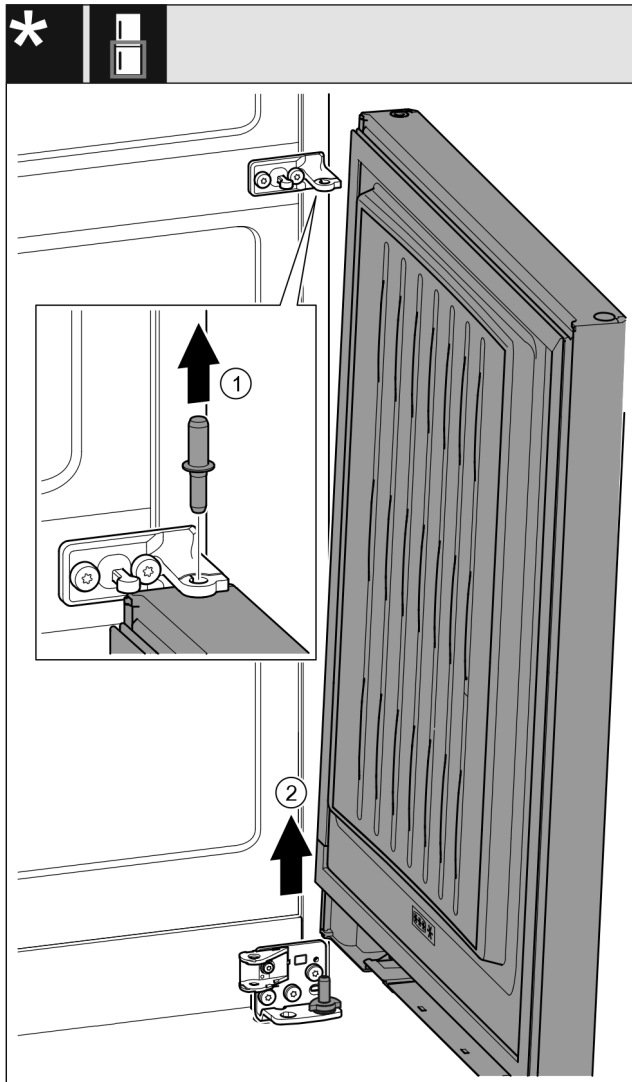

Fig. 22 Z amortyzatorem zamykania*
- ▶ Wyjąć sworznię Fig. 22 (1) w górę.*
- ▶ Wyjąć drzwi Fig. 22 (2) pociągając w górę, a następnie odstawić z boku.*